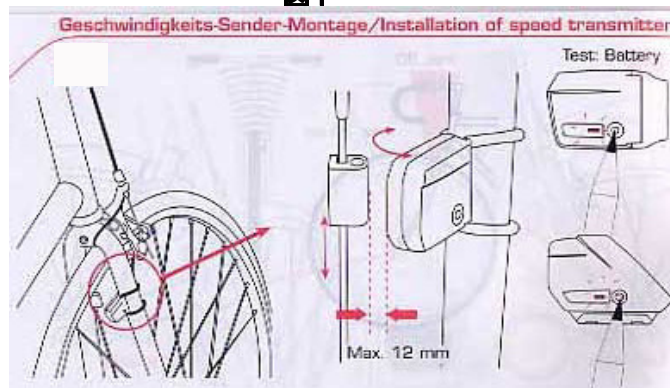

図3
- 2: DTSセンサーとマグネットの間隔は12mm以内として下さい。(図3参照)
- 5: DTSセンサー及びCADENCEセンサー(付属モデルのみ)の本体にバッテリーチェックボタンが装備されています。確認する時は爪や先のとがった物等で押してみてください。一瞬、緑のランプが点灯すればOKです。(図3参照) 点灯しない場合バッテリーが切れている可能性があります、速やかに新しいバッテリーとお取替え下さい。